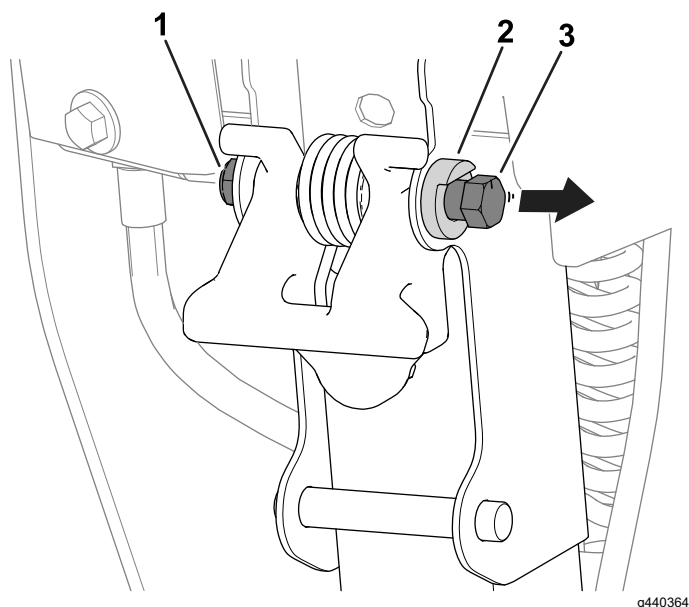

图 13
1. 松开门锁螺栓上的螺母使得螺栓头可以仅在枢轴挡铁之外自由移动图 13。
3. 拧紧门锁螺栓上的螺母图 13 以将新的螺栓位置固定在枢轴挡铁处。